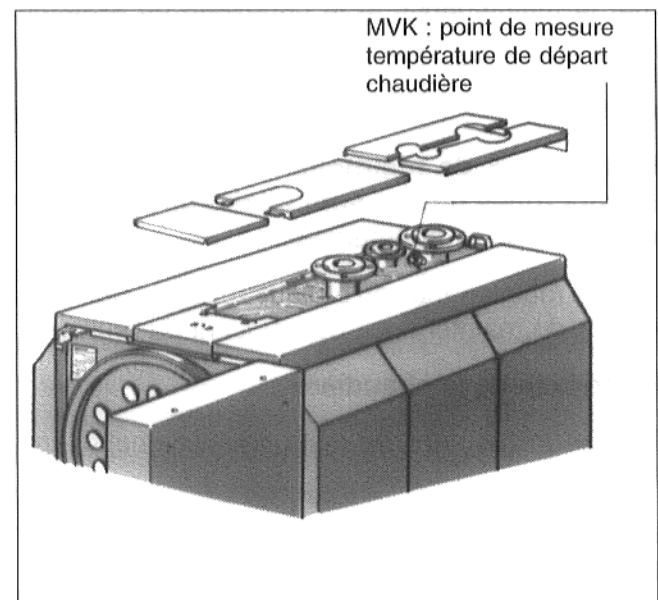

Fig. 23
- Introduire la sonde dans le doigt de gant de la zone de mesure MVK jusqu'à la butée (Fig. 23).